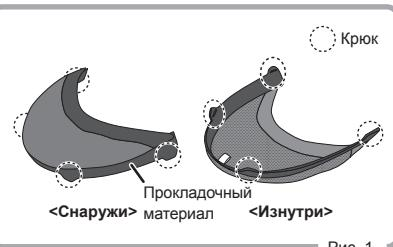

Рис. 1
1.Обратитесь к рисунку (рис. 1), чтобы определить наружную и внутреннюю сторону.